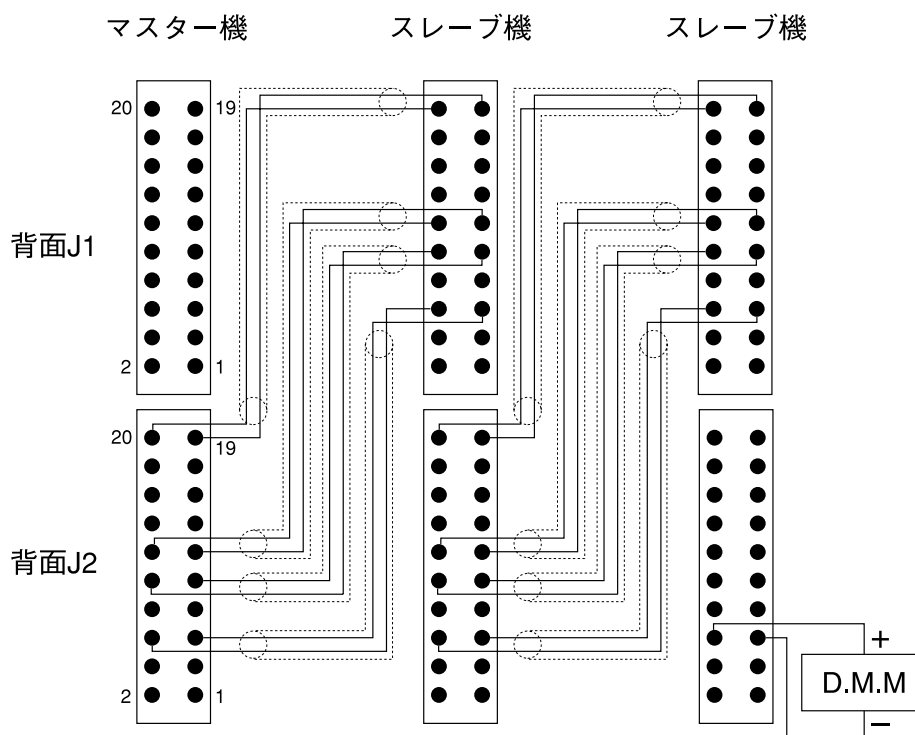

図 5
- ・付属のコネクタを使用し、マスター機背面コネクタJ2-20,19番ピンとスレーブ機コネクタJ1-20,19番ピン、マスター機背面コネクタJ2-12,11番ピンとスレーブ機コネクタJ1-12,11番ピン、マスター機背面コネクタJ2-10,9番ピンとスレーブ機コネクタJ1-10,9番ピン、マスター機背面コネクタJ2-6,5番ピンとスレーブ機コネクタJ1-6,5番ピンをそれぞれ線材で接続してください。（線材はスパイラル線又はシールド線を使用し、長さは必要以上長くせず極力短くして、ご使用下さい。図5参照）